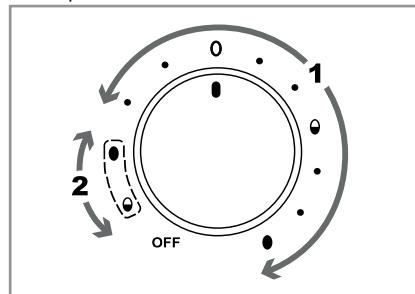

Fig. 1
1) Réglez le bouton rotatif ⑨ sur la position correspondant au degré de dureté souhaité des œufs. Utilisez la zone de réglage « 1 » (voir fig. 1) avec les symboles et les points correspondants devant :
Pour la première cuisson, la plage de réglage «1» avec les symboles et les points correspondants devant s'applique. Pour la deuxième cuisson, la plage de réglage «2» avec les symboles encadrés s'applique (voir fig. 1).
- 2) Tournez le bouton rotatif ⑨ sur la position correspondant au degré de dureté le plus bas des œufs (la zone de réglage «1» s'applique, voir fig. 1). Le voyant de contrôle ⑩ s'allume et la cuisson débute.
- 3) Dès que les œufs ont atteint le premier degré de dureté, un signal sonore retentit. Pour éteindre l'appareil, tournez le bouton rotatif ⑨ sur la position «OFF». Le voyant de contrôle ⑩ s'éteint.
- 4) Ôtez ensuite le couvercle ③ et retirez avec précaution le nombre d'œufs souhaité, qui doivent être cuits avec un moindre degré de dureté.
- 5) Refermez le couvercle ③ et tournez le bouton rotatif ⑨ jusqu'à la position des symboles encadrés (plage de réglage «2», voir fig. 1), correspondant au degré de dureté souhaité des œufs restant dans l'appareil :